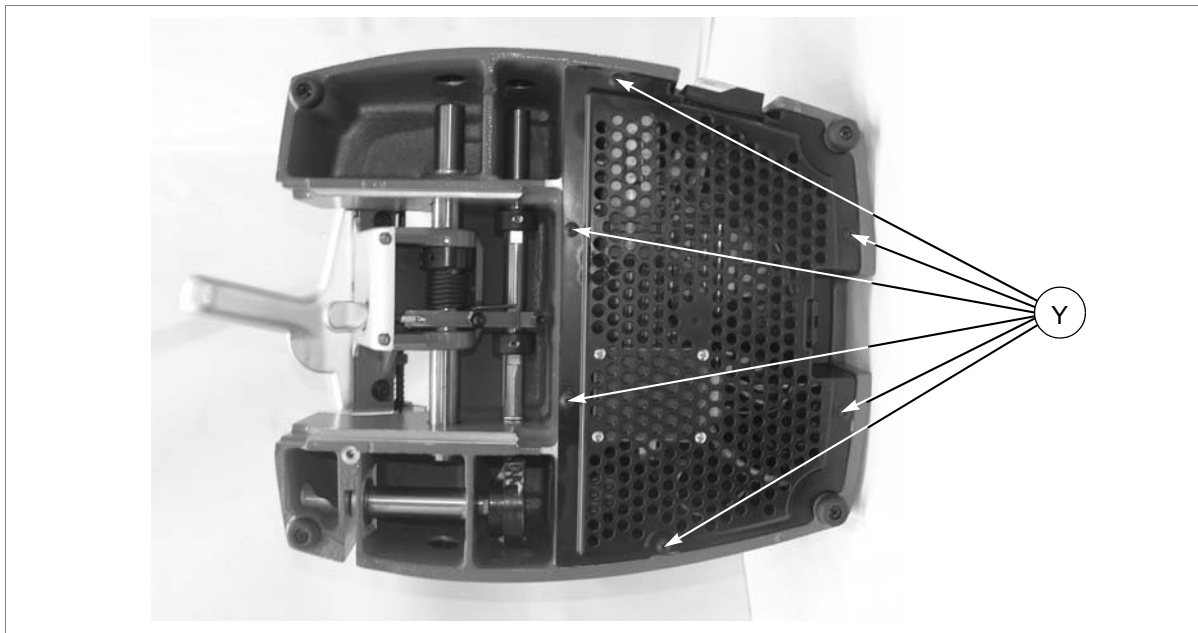

Fig. 28
- 6) Volte a posicionar a grelha de fundo fixando-a com os parafusos (Y) (fig. 28).
- 10) Volte a posicionar a grelha de fundo fixando-a com os parafusos (Y) (fig. 28).
- 13) Volte a posicionar as pequenas almofadas (Q)
- 6) Volte a posicionar a GRELHA de fundo fixando-a com os parafusos (Y) (fig.28 na pág.24).
- 1) Remova as duas pequenas almofadas (Q).
- 2) Desaperte os três parafusos (M1) e remova a cobertura superior (M).
- 5) Volte a posicionar a grelha de fundo fixando-a com os parafusos (Y) (fig. 28).